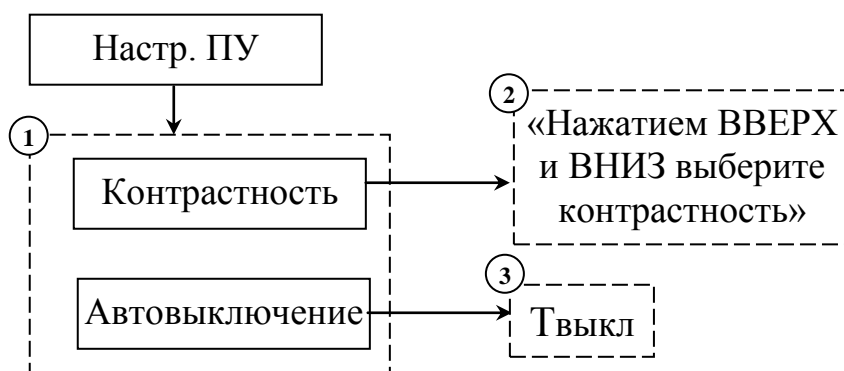

Рисунок 12
5.6.8. Меню «**НАСТР. ПУ**» позволяет корректировать контрастность и время автоматического выключения пульта с момента последнего нажатия клавиш (режим энергосбережения). Оба параметра можно настроить следуя диаграмме рис.12 и правилам перемещения по меню пульта, оговоренных в п. 5.4. Если вы не хотите, чтобы выбранный вами параметр был сохранён, то нажмите кнопку **ПИТАНИЕ**, после чего вы вернётесь в основное меню настроек пульта. При этом внесенные Вами изменения не зачтутся.